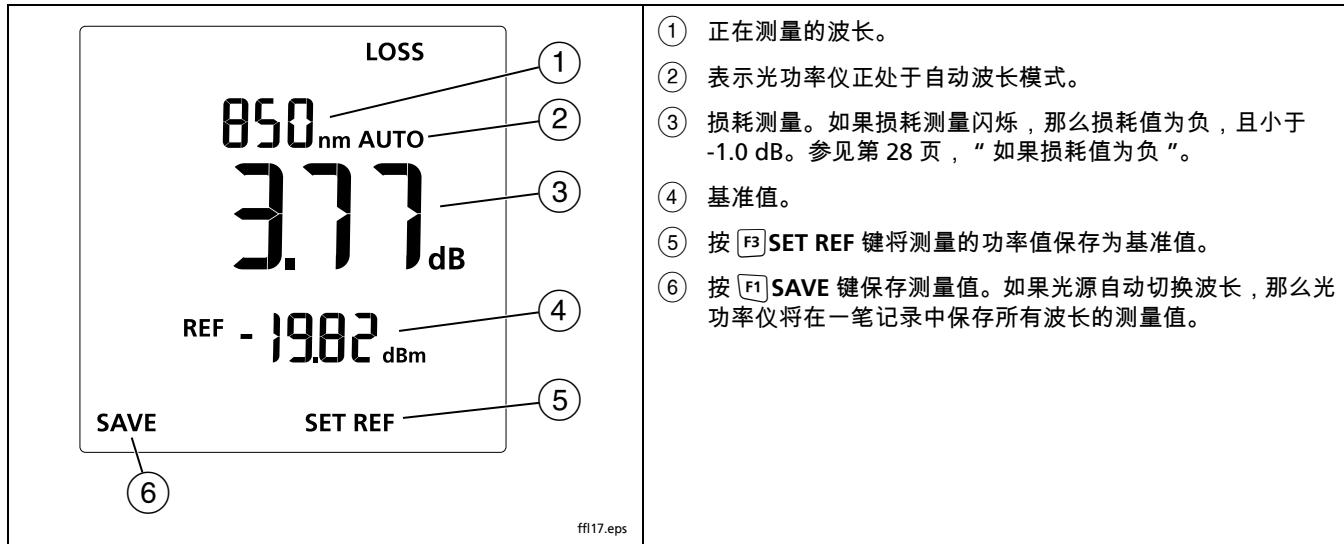

图 12. 损耗测量屏幕显示
- 4 长按光功率仪上的 **MODE** 键直至 **LOSS** 出现，如图 12 所示。